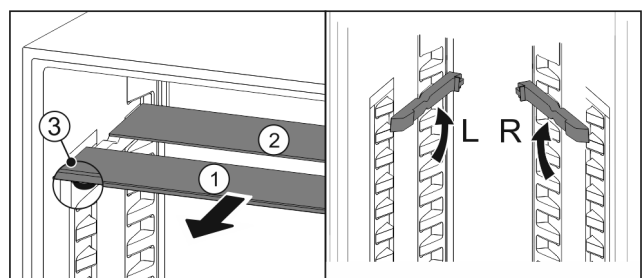

Fig. 20
- ▶ Sortir les tablettes par l'avant Fig. 20 (1).
- ▷ La tablette en verre Fig. 20 (1) avec bordure décorative est située à l'avant.
- ▷ Les butées Fig. 20 (3) sont orientées vers le bas.